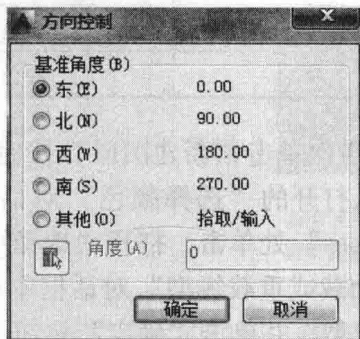

图 1-3 “方向控制”对话框
- 在“图形单位”对话框中, 单击“方向”按钮, 打开“方向控制”对话框, 使用默认的“东”为测量角度的基准方向, 如图 1-3 所示。